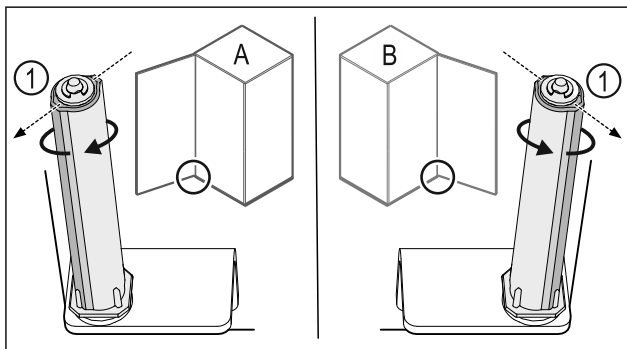

Fig. 23 Hapja majtas (A) / Hapja djathtas (B)
- ▶ Rrotulloni sistemin e mbylljes kundër rezistencës, derisa shufra e sistemit të mbylljes Fig. 23 (1) të jetë drejtuar nga jashtë.